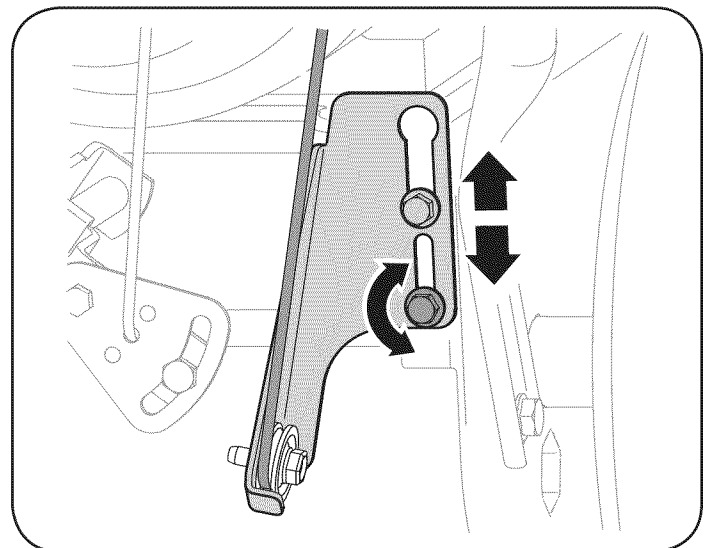

Figura 24
6. Afloje la tuerca hexagonal inferior del soporte del cable de la transmisión. Vea la figura 24.